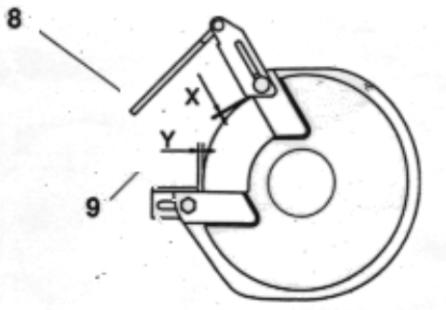

fig. 1
- \* La máquina nunca se debe utilizar sin los dispositivos de protección adecuados, que deben estar siempre colocados a las distancias indicadas. Dicha distancias se debe mantener siempre al gastarse la muela, por esto se debe ajustar la posición del soporte de la pantalla de protección y del soporte (fig. 1) para mantenerlas siempre a la distancia mínima requerida:
- distancia (X) entre el soporte de la pantalla de protección y la muela = máx. 5 mm.
- distancia (Y) entre los soportes de apoyo y el cuerpo de la muela = máx. 2 mm.